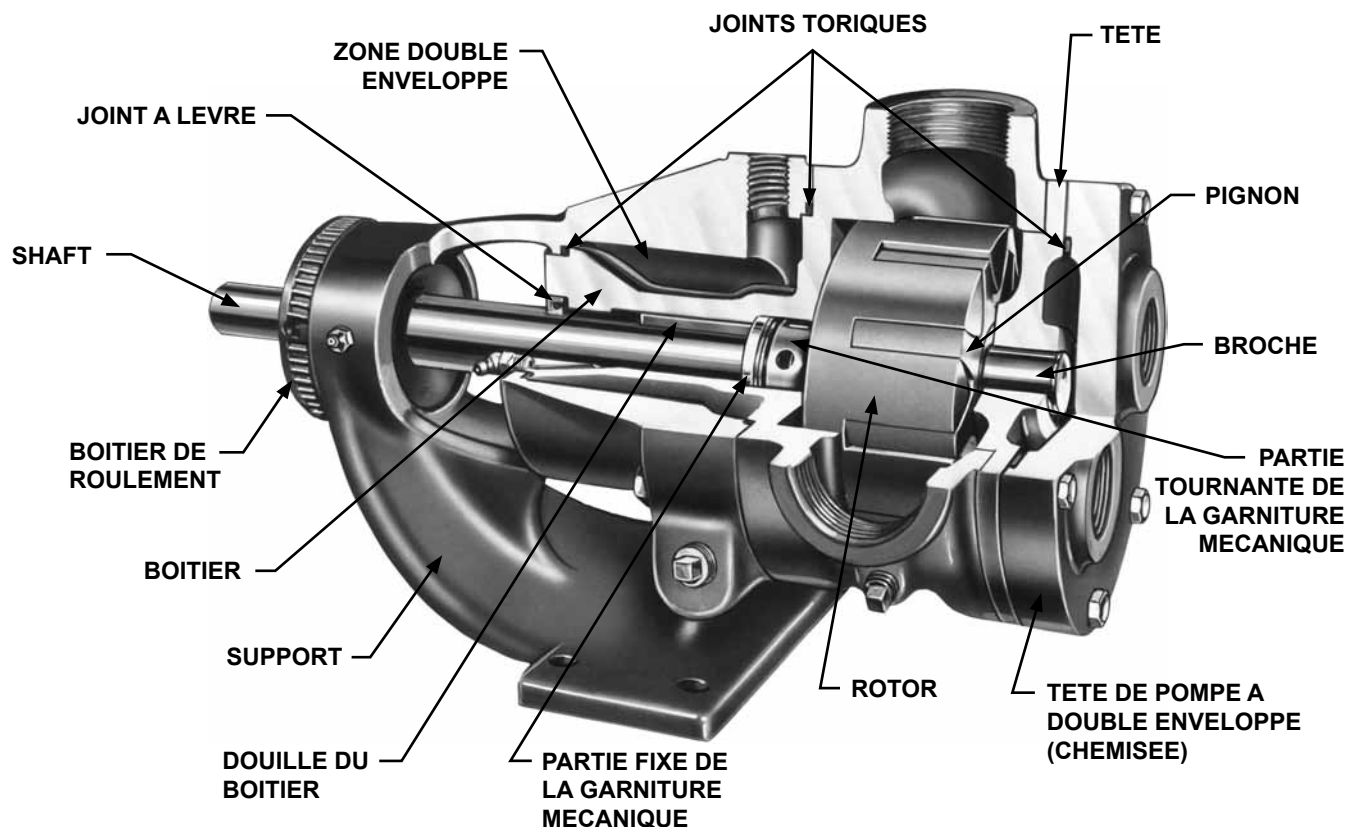
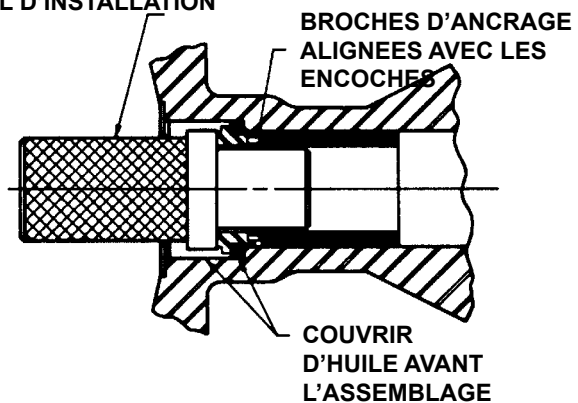
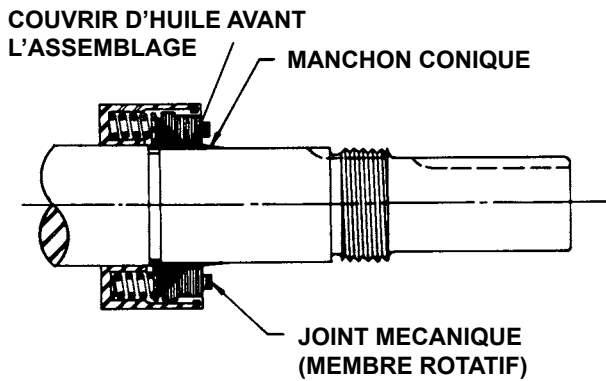
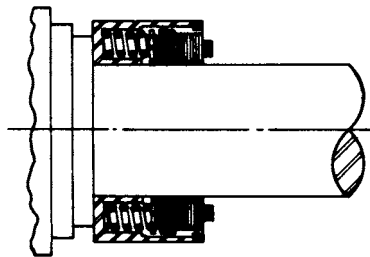

FIGURE 4
FIGURE 6
FIGURE 7
FIGURE 8
13. Joint mécanique (Série 4724): Si le joint mécanique de votre pompe tombe en panne, il peut être changé facilement. Ce joint comporte deux parties essentielles : le membre rotatif et le siège stationnaire du joint. (Voir **Figure 4**). Desserrez les vis d'arrêt qui maintiennent le membre rotatif sur l'arbre. Sortez le membre rotatif de l'arbre et le siège stationnaire du joint du support. Le principe de la garniture mécanique est le contact entre les membres stationnaires et rotatifs. Il s'agit de pièces à recouvrement de haute qualité et l'efficacité de leur étanchéité dépend d'un contact absolu.
1. Installation d'un nouveau joint (Série 4724): Le joint utilisé pour cette pompe est simple à installer et vous donnera entière satisfaction s'il est installé avec soin. (Voir **Figure 4**) pour l'identification des pièces. **NOTE:** Ne touchez les surfaces de la garniture qu'avec des mains ou un chiffon propres. Nettoyez le moyeu du rotor et le boîtier d'étanchéité. Vérifiez qu'ils soient débarrassés de toute poussière et particules. Recouvrez d'huile l'extérieur du siège de la garniture et l'intérieur du boîtier d'étanchéité du joint. Engagez le siège du joint dans le suralésage. Assurez-vous que les broches d'ancrage soient alignées afin de s'engager dans les encoches à l'extrémité de la douille du boîtier comme en **Figure 6**. Utilisez un coussin de carton pour protéger la surface de recouvrement du siège du joint et enfoncez le siège au fond du suralésage du joint avec un pilon en bois et un marteau léger. (L'installation en usine se fait avec un mandrin spécial. Il a un diamètre important qui couvre la totalité de la surface du siège et une extension qui pilote l'entrée de la douille du boîtier). Placez le manchon conique (fourni avec les joints de rechange, tailles H-LL) sur l'arbre comme en **Figure 7**. Recouvrez l'intérieur du membre rotatif et l'extérieur du manchon d'une légère couche d'huile. Placez le membre rotatif sur l'arbre, par dessus le manchon et contre le moyeu du rotor. (Voir **Figure 8**).